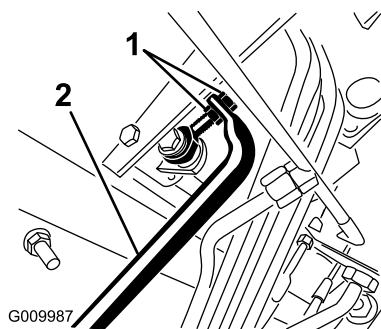

Figura 72
5. Ajuste as porcas de segurança na extremidade da barra da bomba para mover o tubo de controlo da bomba para a frente e eliminar o risco de deslizamentos para a frente, ou para trás para eliminar os deslizamentos para trás (Figura 72).